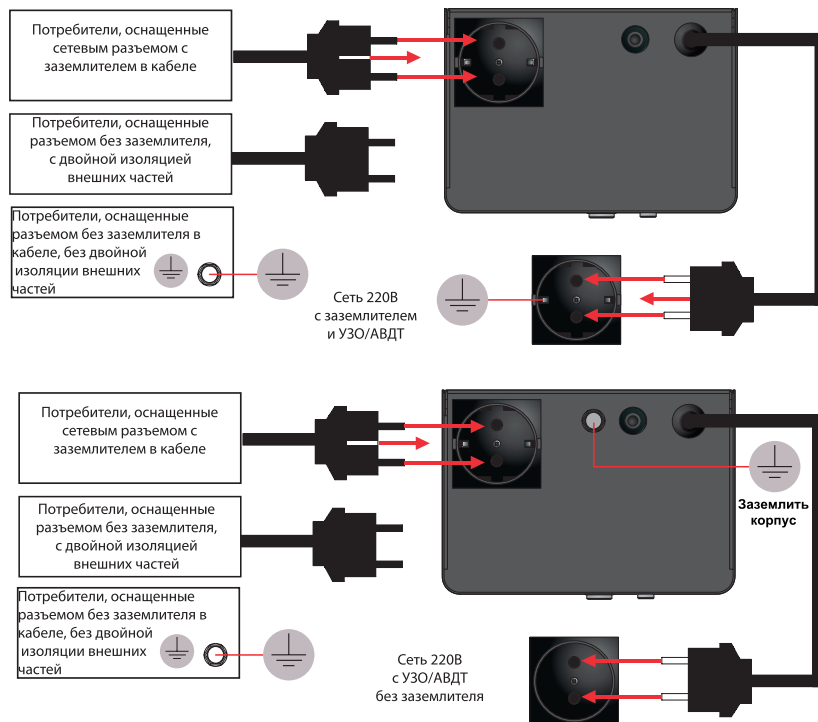

Рис.3
10.3.4. Подключаемые потребители должны иметь (рис.3):